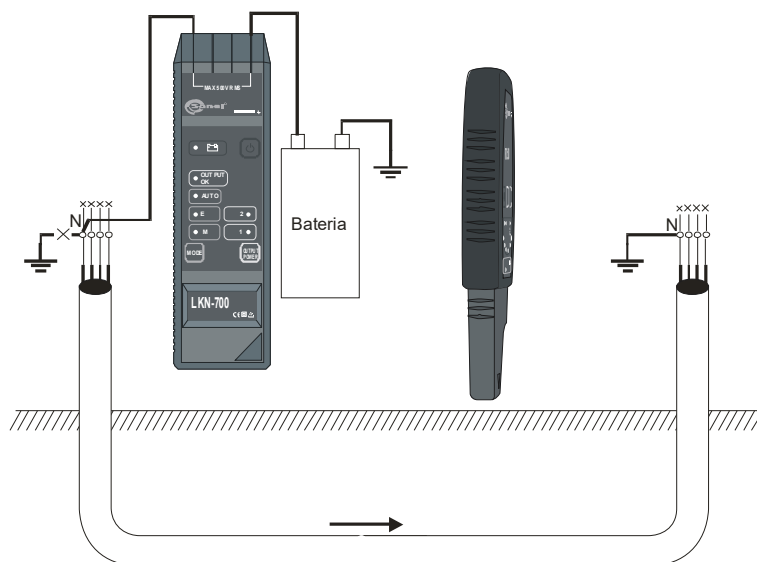

Рис.17 Поиск обесточенного кабеля в земле с использованием дополнительного источника питания – переменное или постоянное напряжение до 500 В.
- Клавишей **4**  установить режим работы «ток» «**M**» или «**AUTO**». Подключить дополнительный источник напряжения (Рис.17);